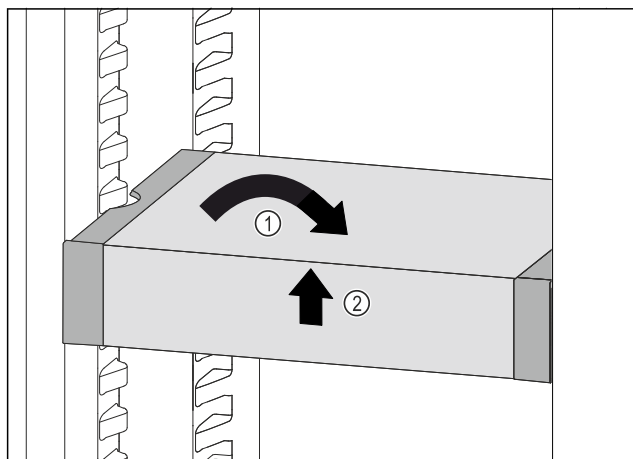

Fig. 94
- ▶ Predal VarioSafe postavite ravno. Fig. 94 (1)
- ▶ Predal VarioSafe dvignite spredaj. Fig. 94 (2)